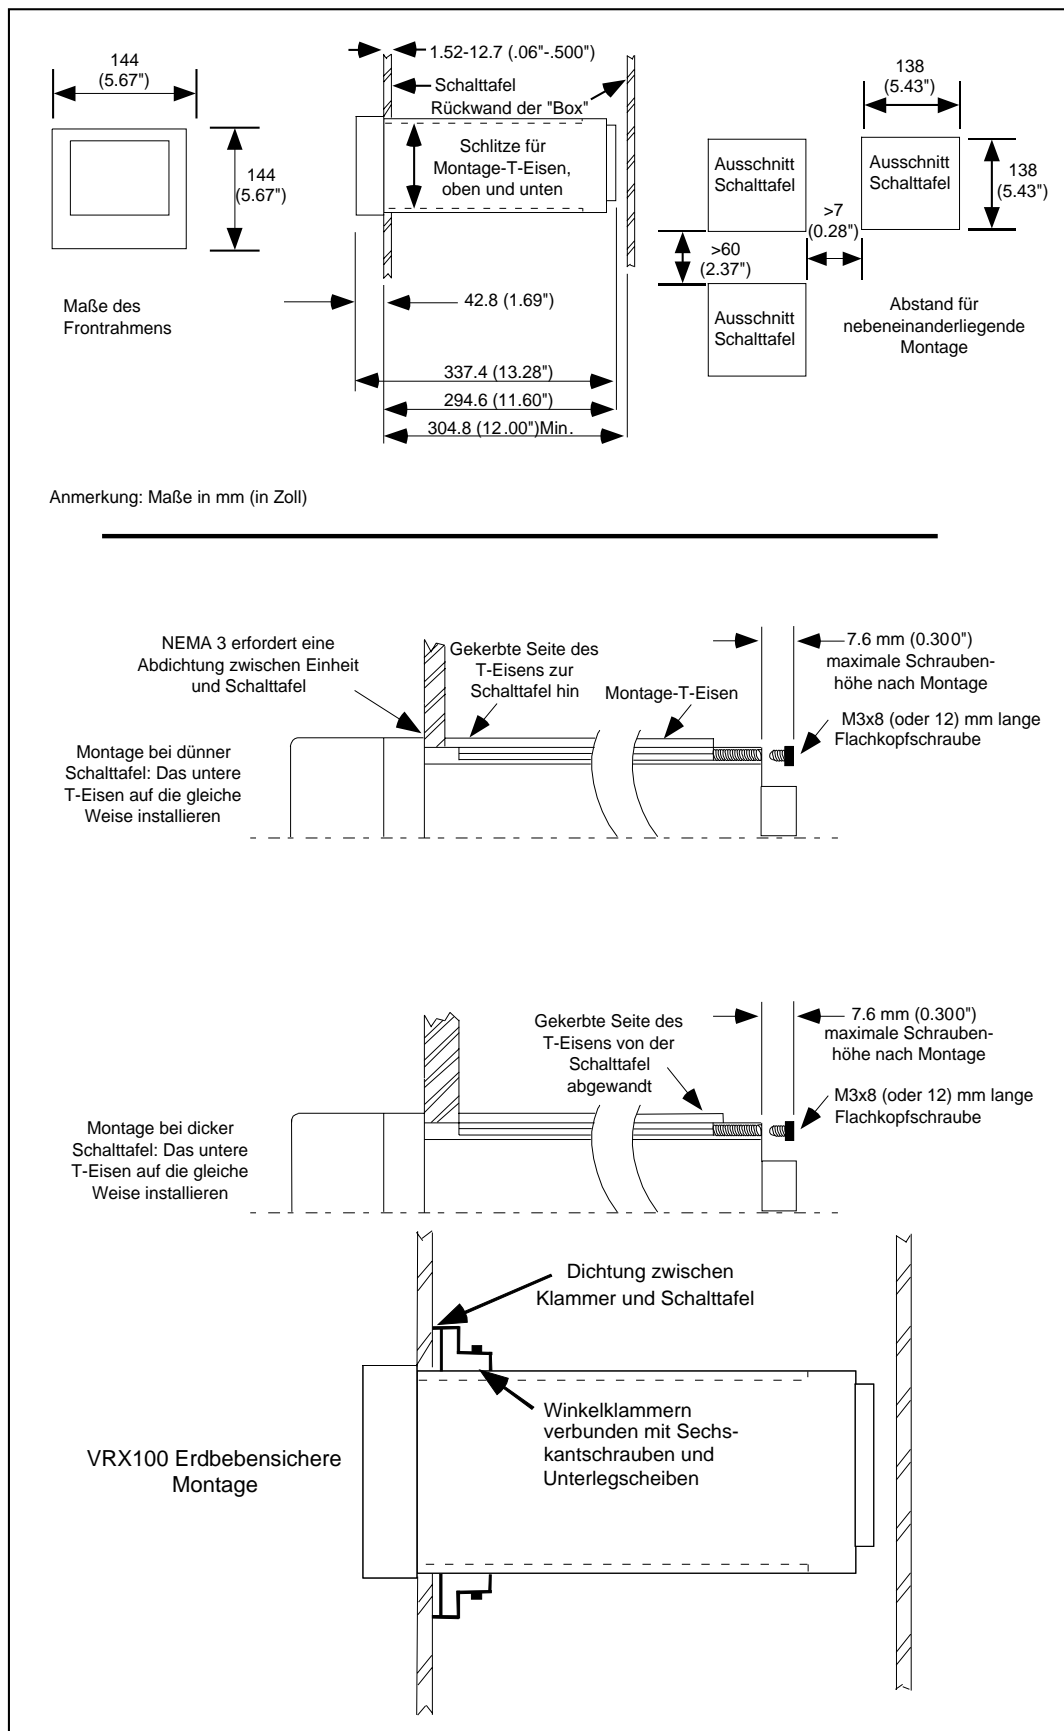
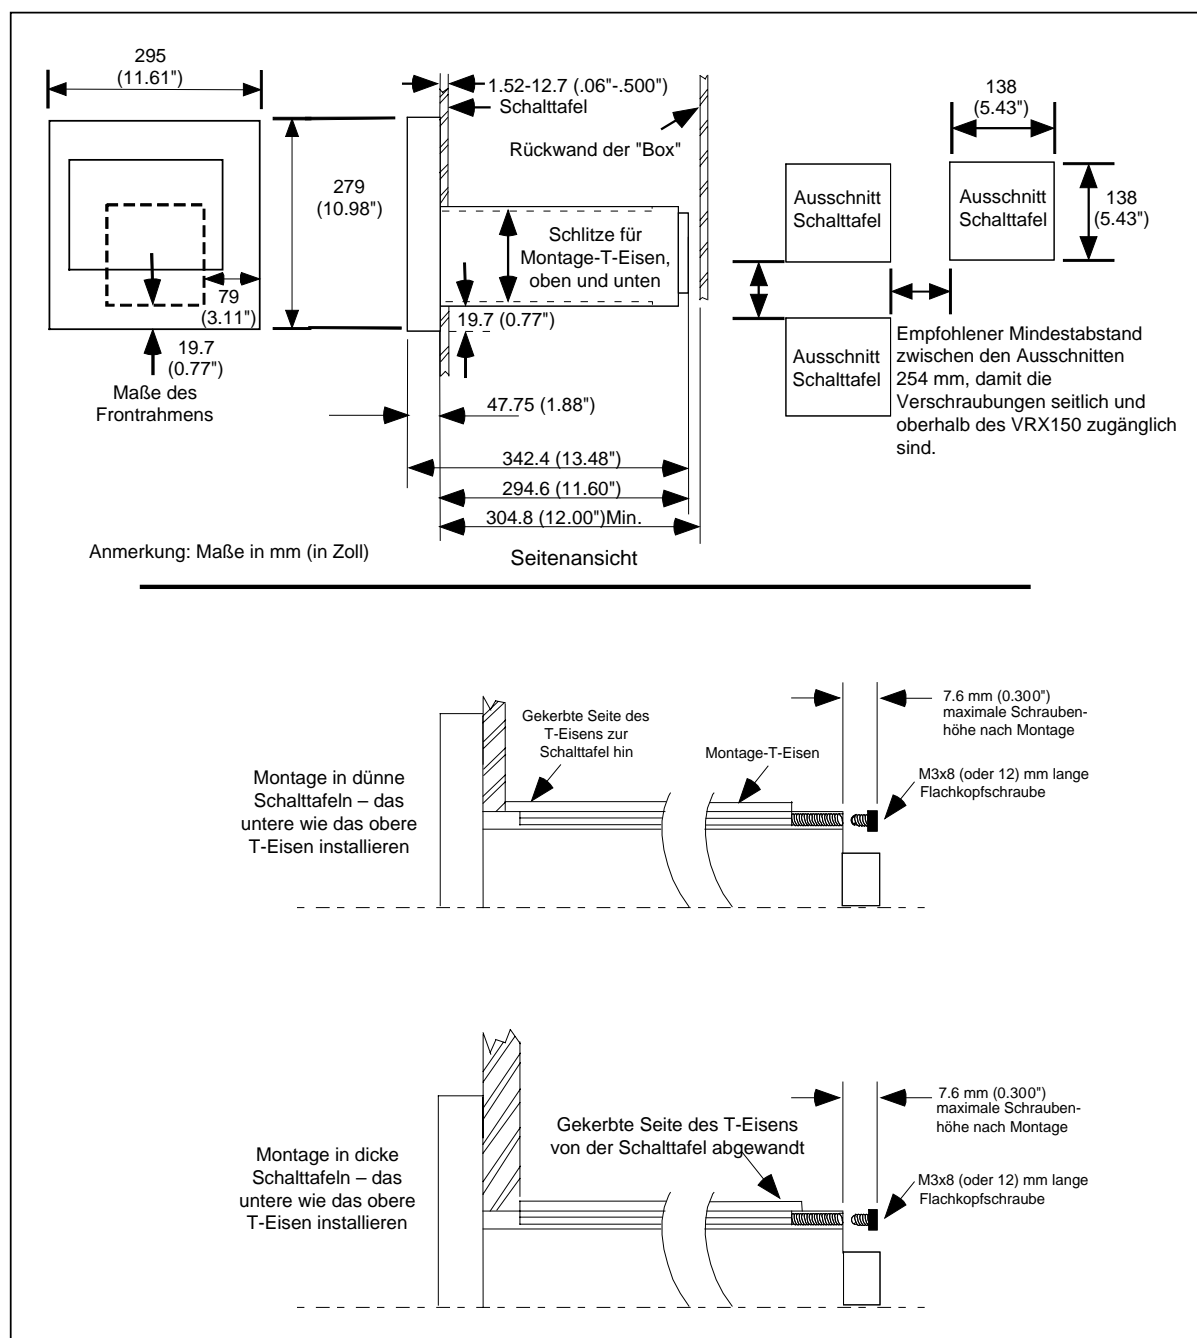

Abbildung 2-1 Montage (VPR100 & VRX100)
Abbildung 2-2 Montage (VRX150)
Abbildung 2-1 zeigt, wie das Gerät in einer Schalttafel befestigt wird. Nehmen Sie den Ausschnitt in der Schalttafel vor, wie in der Abbildung 2-1 gezeigt. Beachten Sie, daß die Schalttafel bis zu 19.05 mm dick sein darf.
1	Setzen sie das Gerät wie in Abbildung 2-1 oder Abbildung 2-2 gezeigt in den Schalttafel Ausschnitt.
4. Siehe Abbildung 2-1. Setzen Sie den Grafik-Schreiber in den Schalttafelausschnitt ein. Befestigen Sie den oberen und den unteren Befestigungswinkel mit dem Aluminiumgehäuse, während Sie die Einheit von der Vorderseite der Schalttafel entfernt halten. Verwenden Sie dabei M4 Sechskantschrauben (4) und Zahnscheiben. Ziehen Sie die M4Schrauben mit 7 in lb fest.